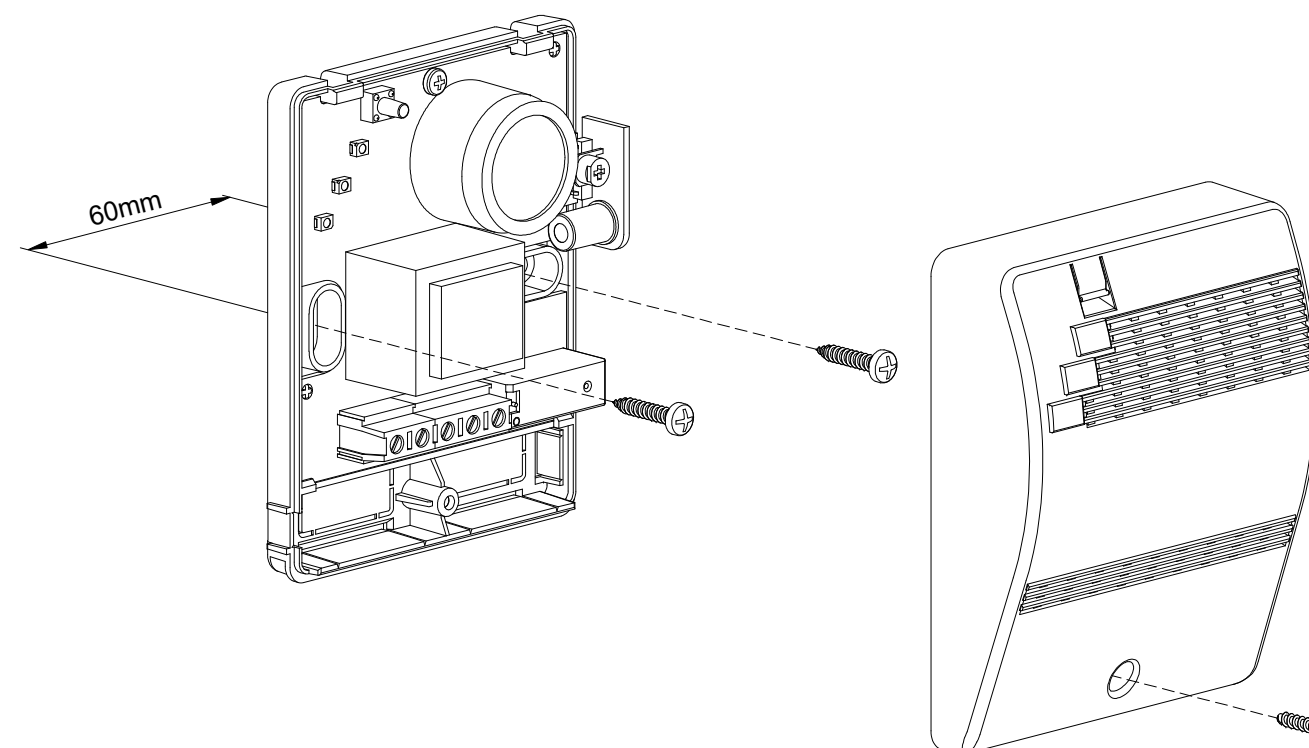
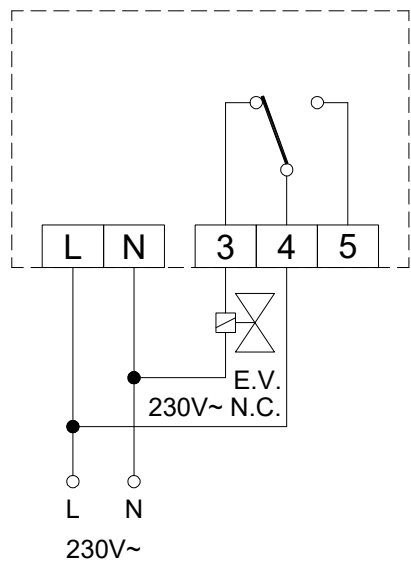

Fig. 2: Ejemplo de instalación de un BEAGLE *plus* -.
Fig. 3: Esquema de conexión de un sólo Beagle plus con una electroválvula a rearme manual normalmente cerrada a 230V~.
3. Quitar la tapa como se indica en Fig.2:
quitar el frontal (Fig. 2). Efectuar las conexiones eléctricas como en los esquemas propuestos en Fig. 3, 4, 5 o 6. La rapidez de intervención del aparato está ligada a su posicionamiento en el ambiente y al tipo de gas que se desea detectar.